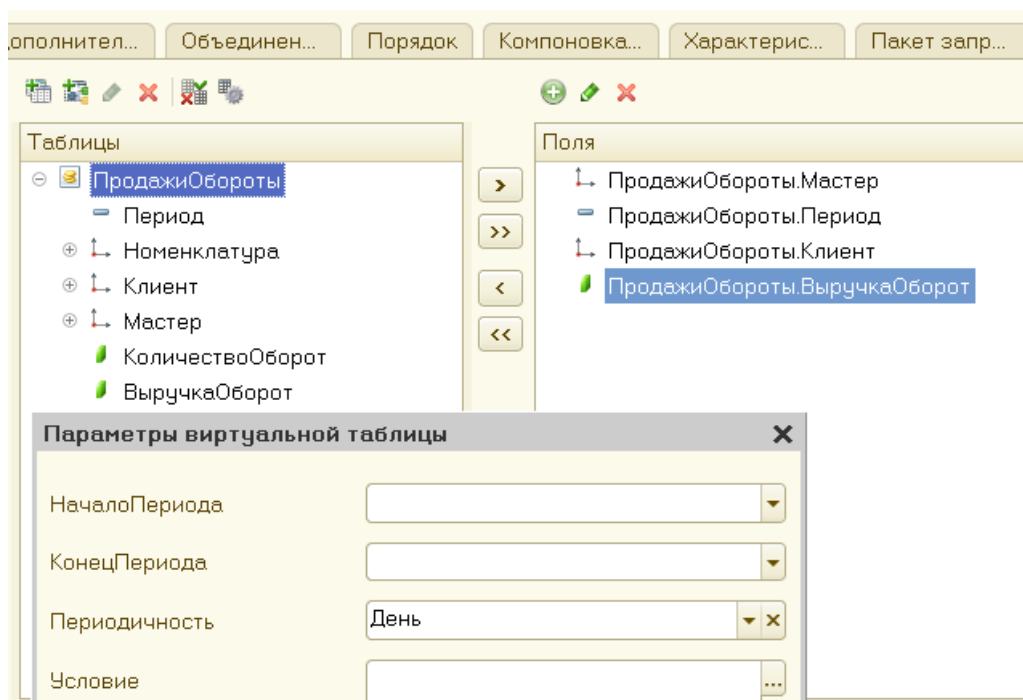

Рисунок 83 Настройка параметров отчета
6. В контекстном меню для таблицы выбрать **Параметры виртуальной таблицы** и указать периодичность – **День**. Выберите поля как на рис. 83.